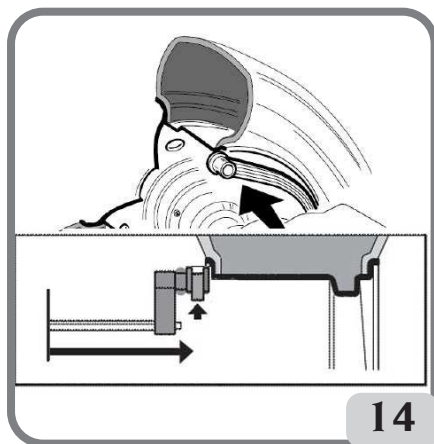
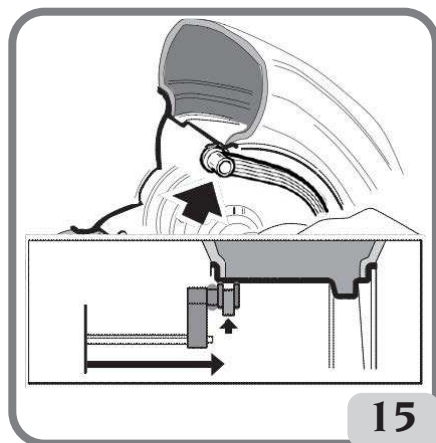

Fig.14: Adquisición manual de la distancia de la rueda en el tipo de programa ALU 2P
Fig.15: Adquisición manual de la distancia del plano interno en el tipo de programa ALU 1P
seleccionado para la aplicación del peso interno. En Alu 1P tómesese como referencia de la línea central del peso, el centro de la muesca del soporte (fig. 15). En Alu 2P debe tomarse como referencia el borde de la llanta, ya que el peso interno es de tipo resorte (fig. 14);
- Situar el extremo del brazo de medición en correspondencia con el plano seleccionado para la aplicación del peso interno (fig. 15 para ALU 1P y fig. 14 para ALU 2P). En Alu 1P tómesese, como referencia de la línea central del peso, el centro de la muesca del soporte. En Alu 2P se debe tomar como referencia el borde de la llanta, dado que el peso interno es del tipo tradicional de resorte.